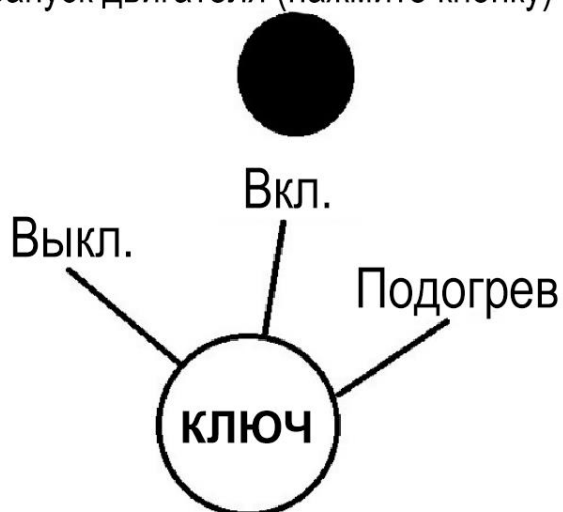

Рисунок 3.1.9
- Поверните ключ зажигания вправо, чтобы включить электропитание. Поверните его в крайнее правое положение для предварительного нагрева свечей зажигания (см. рисунок 3.1.9).